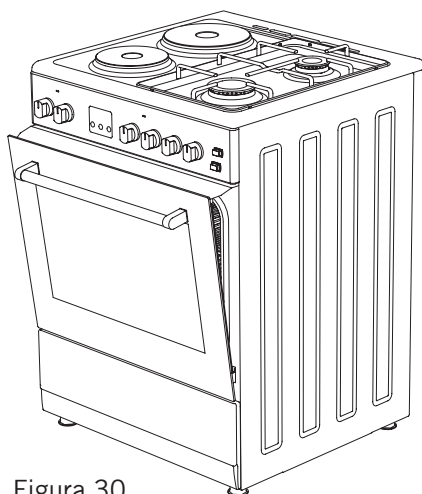

Figura 30
- 3.** E poi assicurare il pannello di sicurezza tra il forno e la copertura anteriore, chiudendo delicatamente la copertura. (Figura 30)